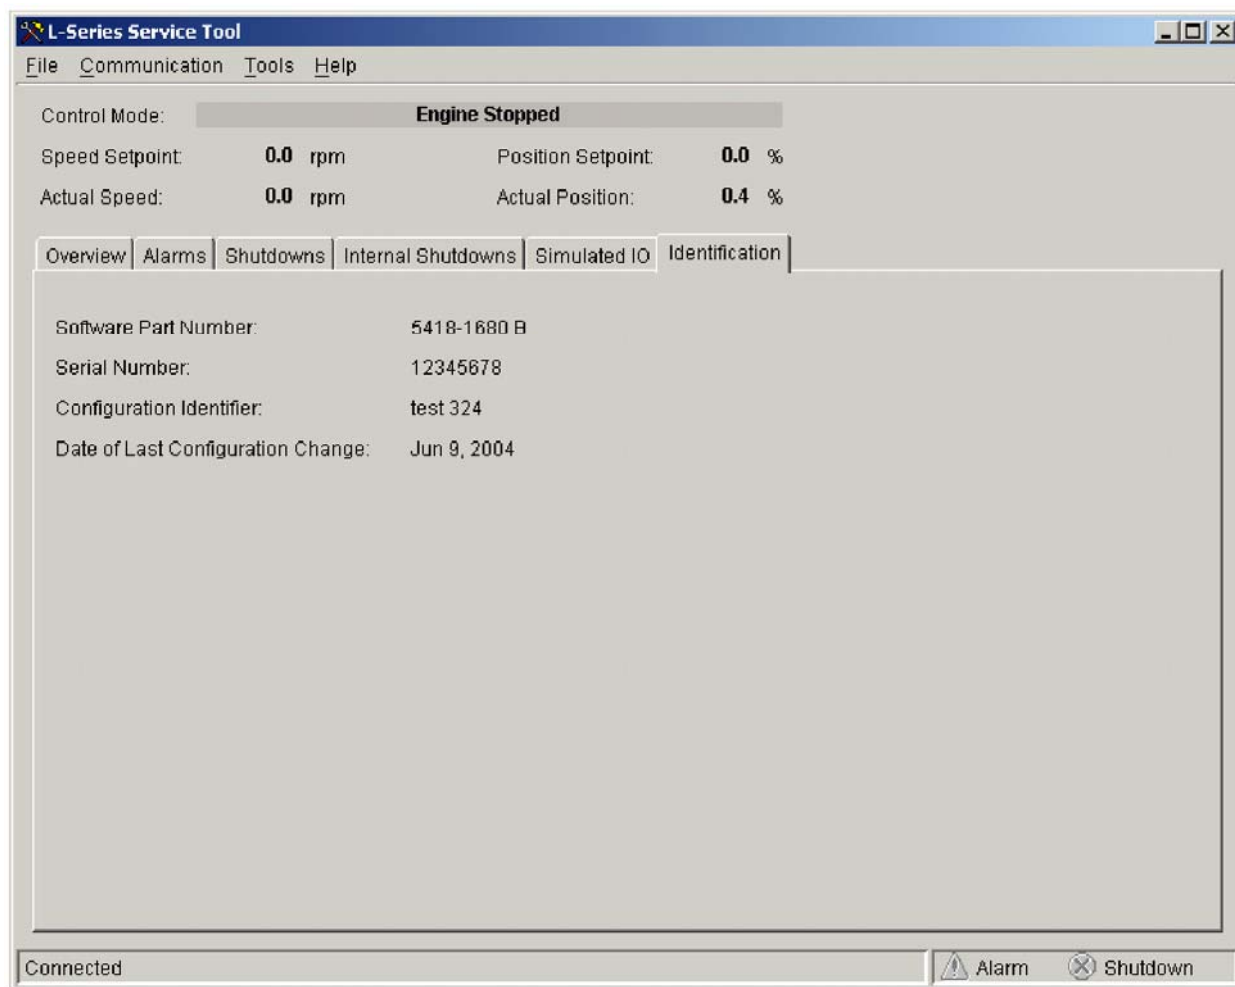

図 5-8. サービス・ツール — Identification の画面
- Identification (制御システムの部品番号とレビジョン;図 5-8)